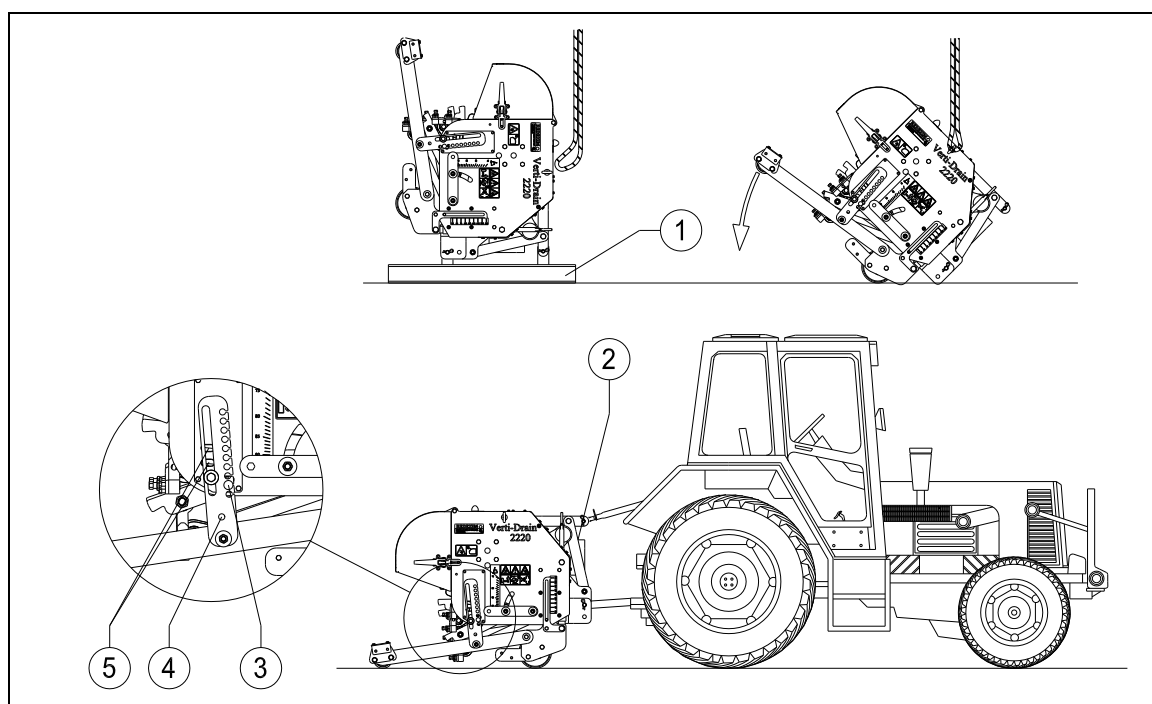

Fig. 8
La macchina si trova in posizione verticale sul pallet. Per togliere il pallet e mettere la macchina sul terreno in posizione orizzontale, compiere le seguenti operazioni (si veda la fig. 8):
Per prevenire che il rullo posteriore rimanga appeso in caso di profondità insufficiente, si può bloccare il rullo inserendo la spina di sicurezza (3) (fig.8) in uno dei fori (5).
- ⚠ **Se la Verti-Drain® non viene montata correttamente dietro al trattore, si veda la fig. 8, i diversi angoli della presa di forza possono provocare delle vibrazioni nella linea di trasmissione della macchina. Le vibrazioni possono danneggiare la macchina e i fori nel terreno.**